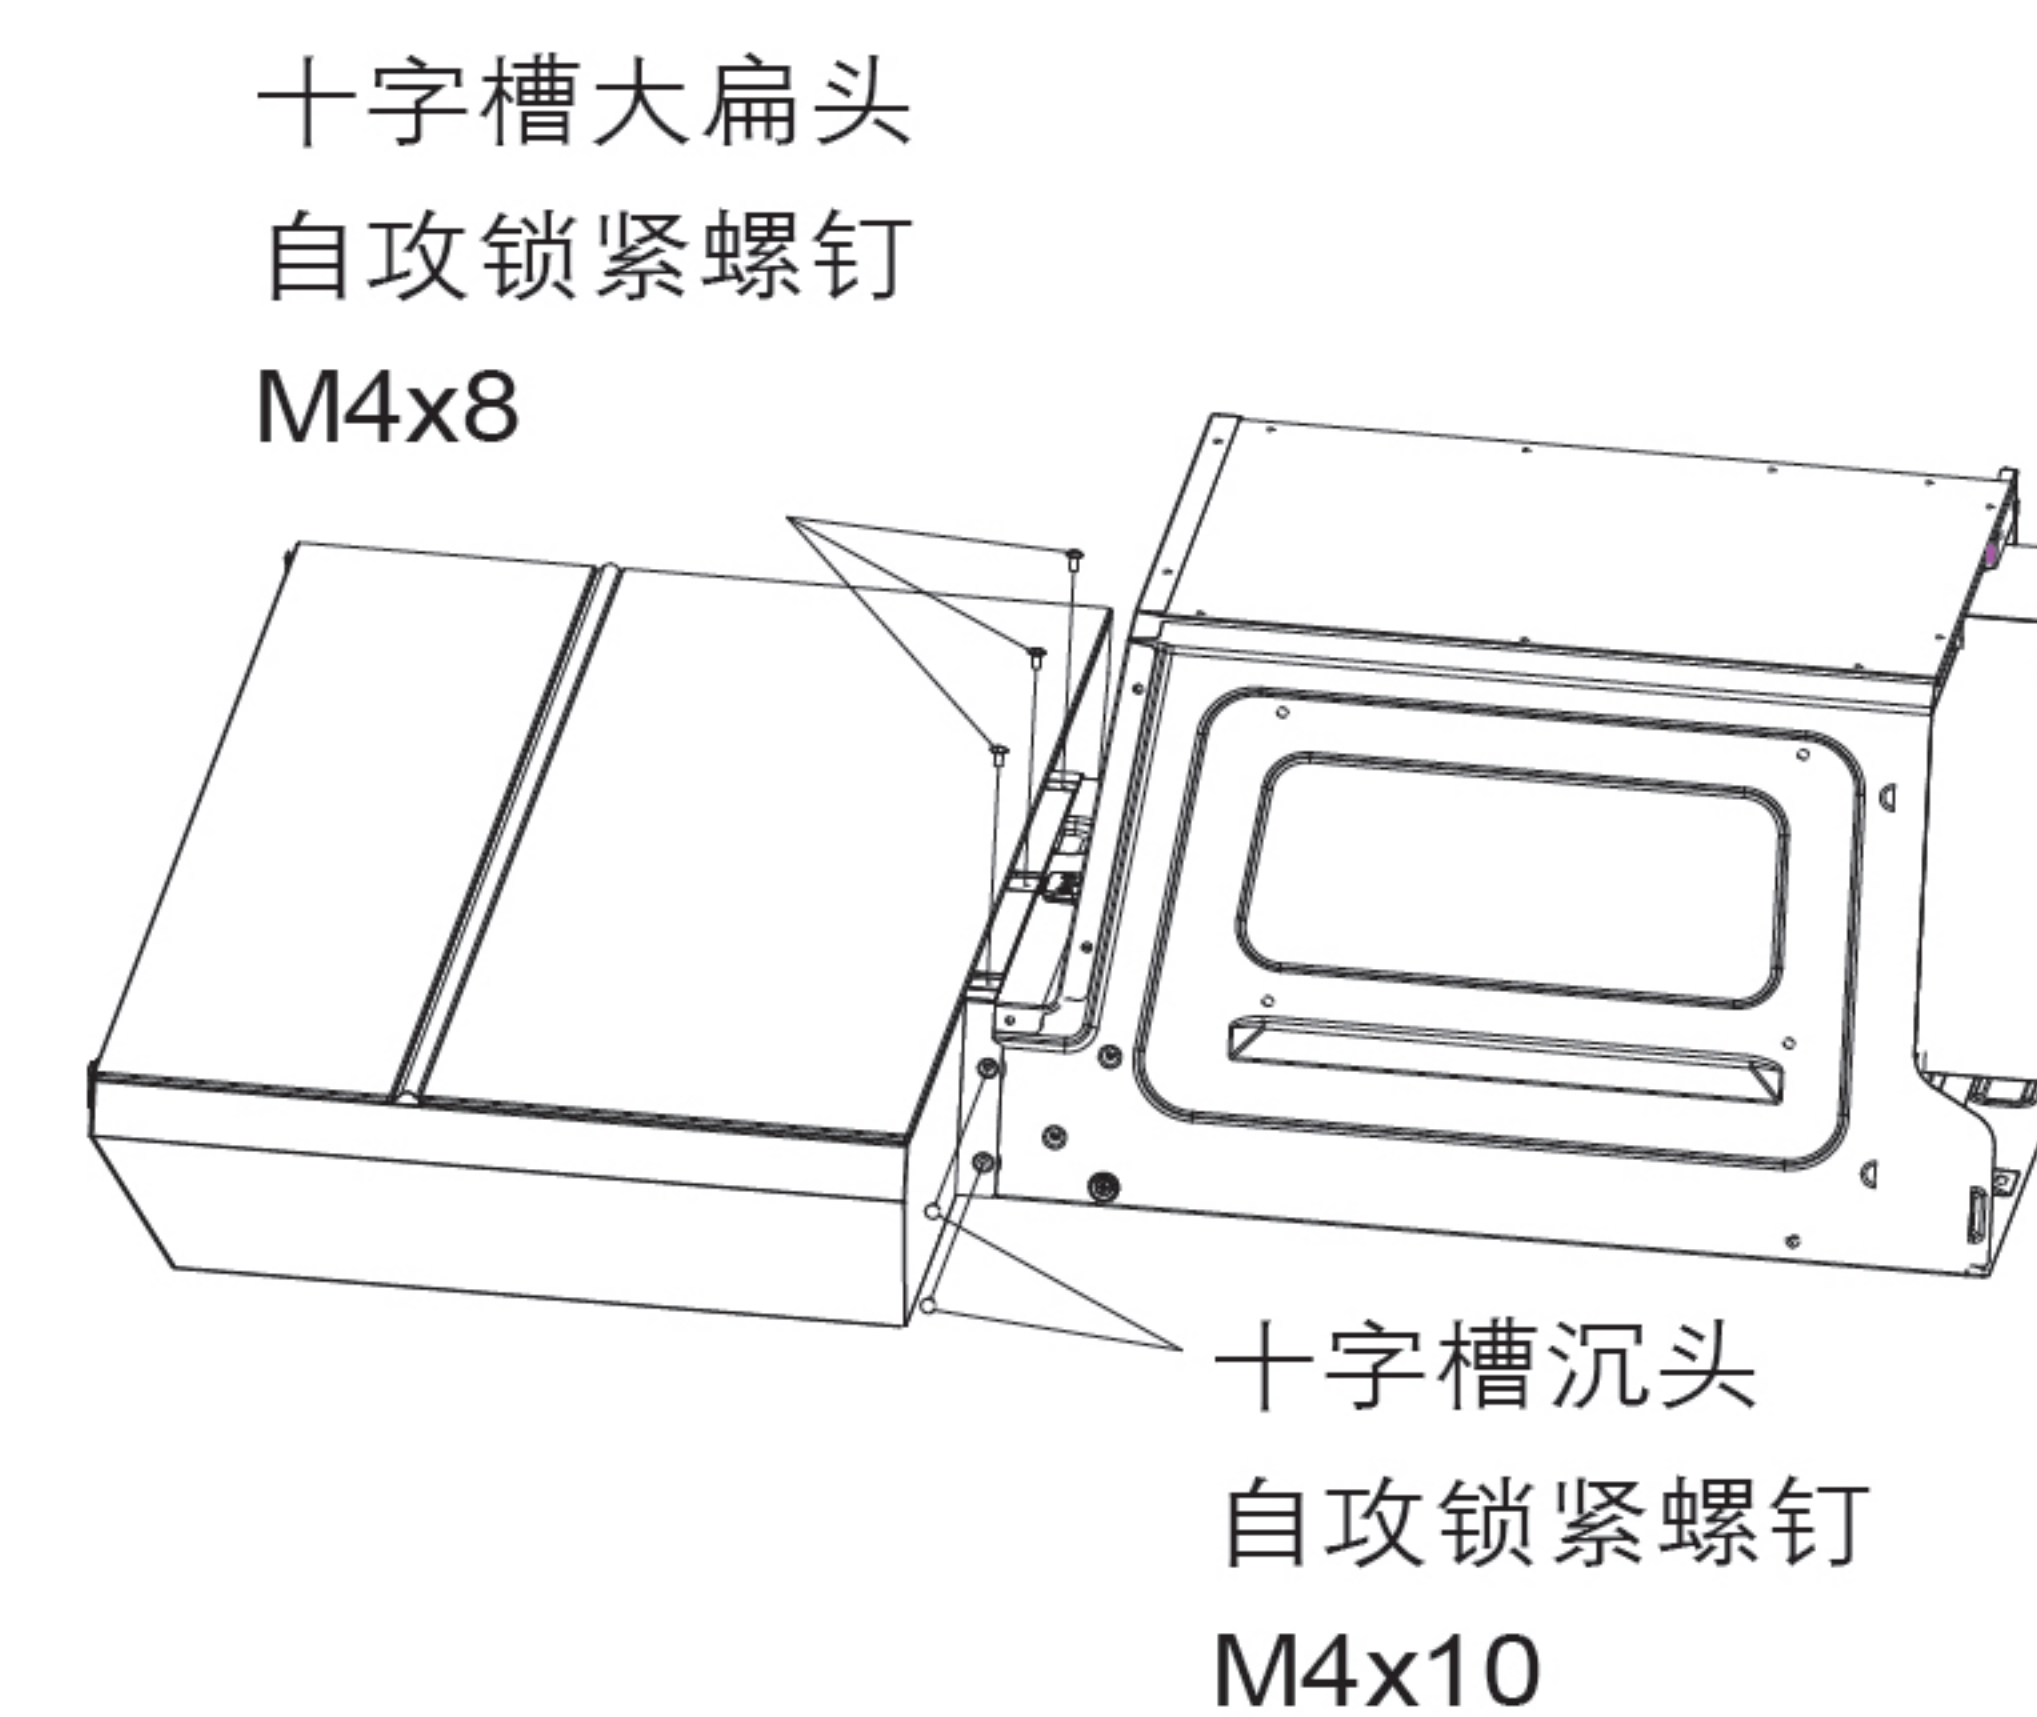
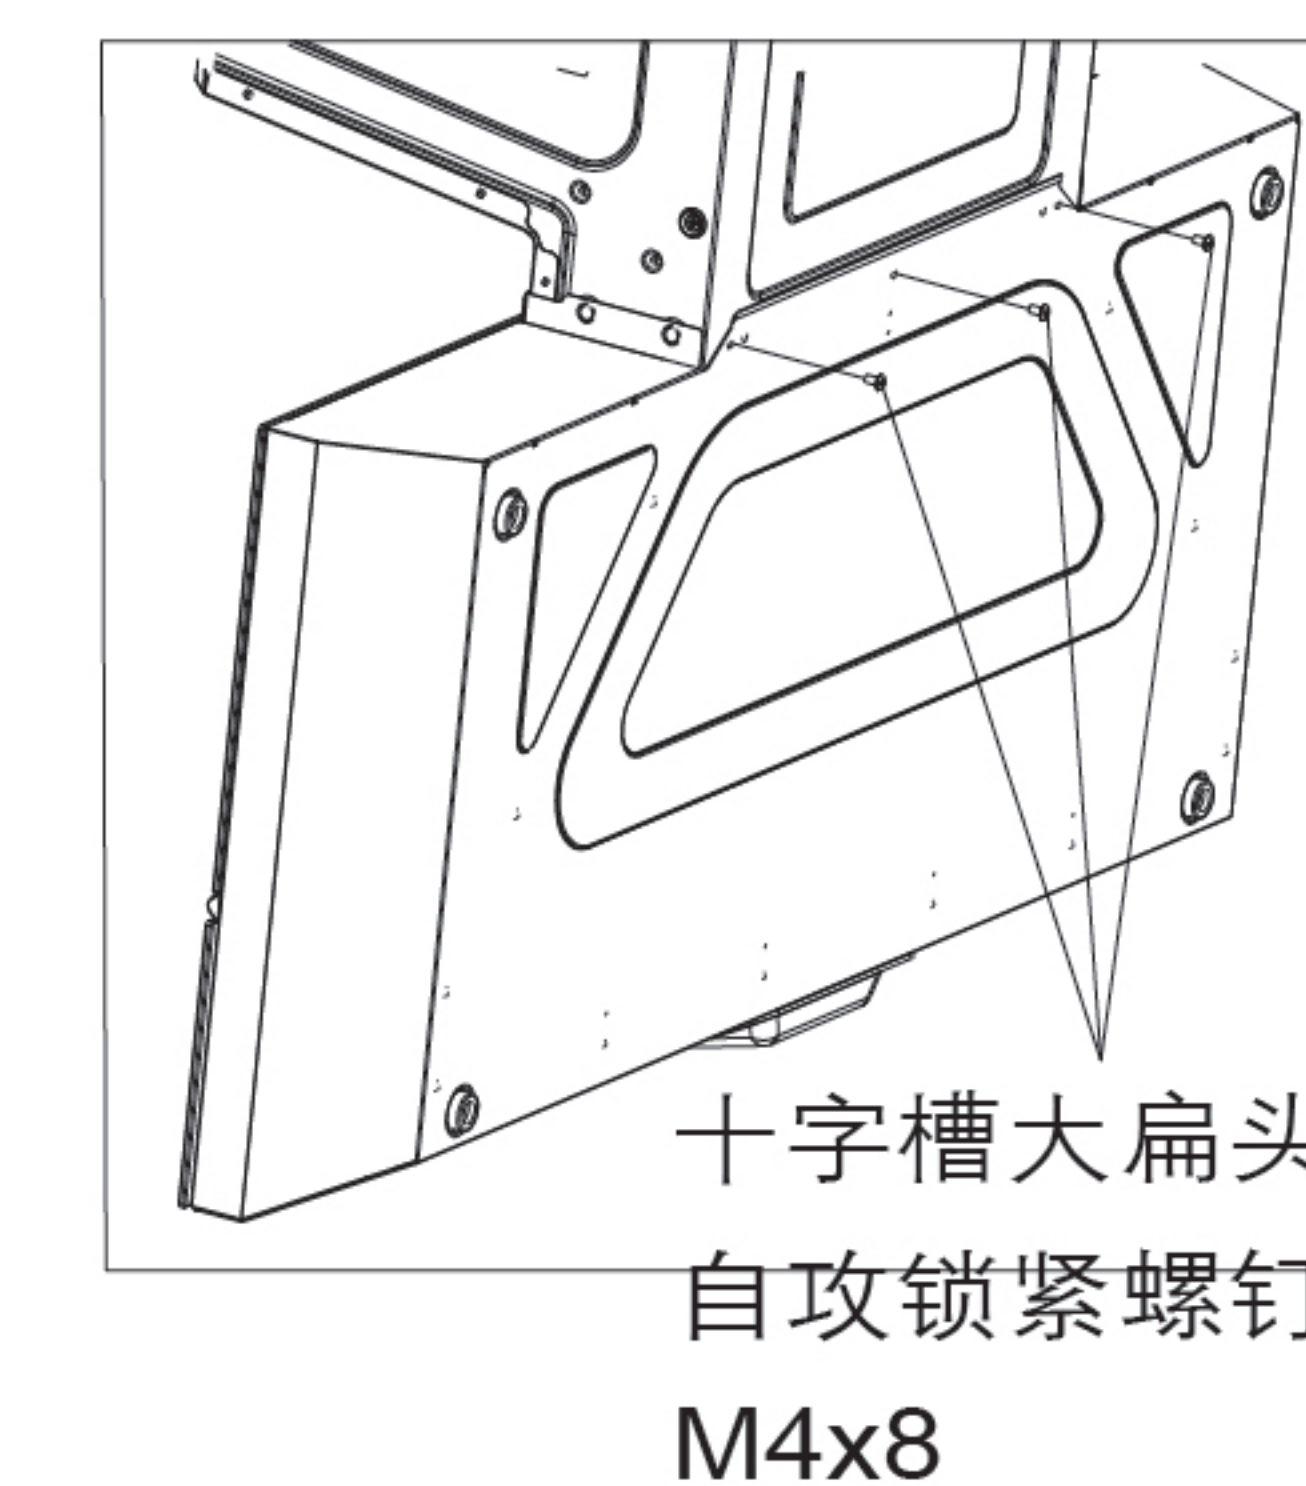

图15
图16
6. 用4颗M4x10沉头自攻螺钉将风机架与腔体左右两侧连接起来；用3颗M4x8大圆头螺钉将风机架与腔体正面连接（如图15所示）；将吸油烟机垂直放置，用3颗M4x8大圆头螺钉将风机架与腔体背面连接，完成主体装配（如图16所示）。